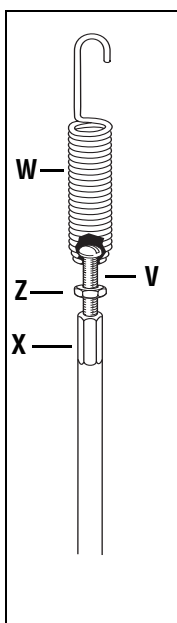

Fig. 2-5: Resorte del cable y ajustador.
2. Enrosque la tuerca hexagonal #10-24 (Z, Fig. 2-5) hasta la mitad sobre el tornillo (V) que corre a través del resorte (W, Fig. 2-5).
3. Enrosque el tornillo (V) dentro del ajustador del cable (X).